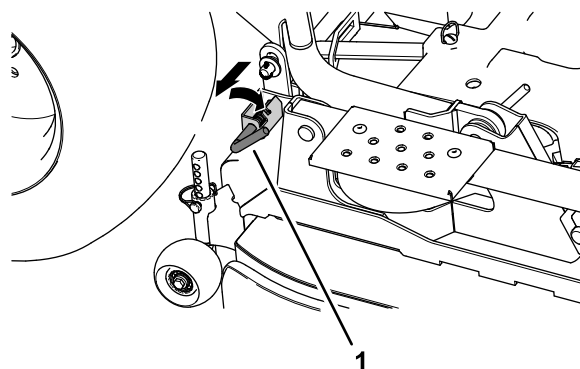

Figura 113
- Antes de bajar la carcasa, tire y gire de los pasadores de enlace traseros a ambos lados de la carcasa de corte (Figura 113).
13. Gire los pasadores de enlace traseros para accionar los enlaces de elevación traseros de la carcasa de corte; consulte la Figura 113 en Retirada de la carcasa de corte \(página 80\).